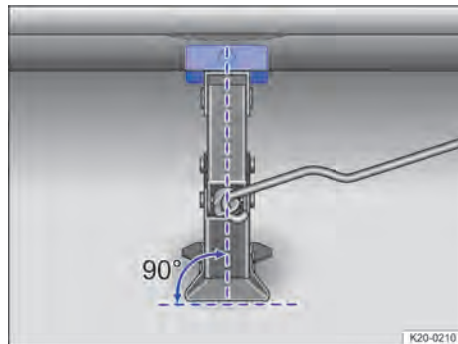
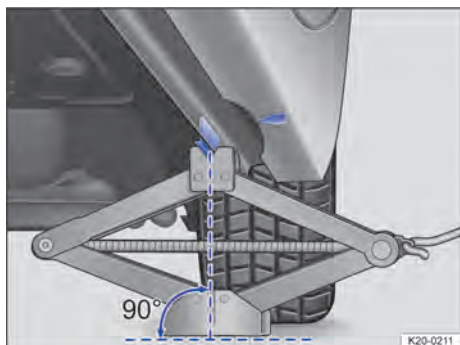

Abb. 217 Wagenheber hinten an der linken Fahrzeugseite angesetzt.
Abb. 218 Wagenheber hinten an der linken Fahrzeugseite angesetzt.
9. Sicherstellen, dass der Wagenheberfuß mit der ganzen Fläche sicher auf dem Boden steht und sich der Wagenheberfuß lotrecht genau unter dem Aufnahmepunkt befindet → Abb. 217 und → Abb. 218.
10. Wagenheber ausrichten und gleichzeitig die Wagenheberklaue weiter hochkurbeln, bis die Klaue den Steg unter dem Fahrzeug → Abb. 218 umfasst.